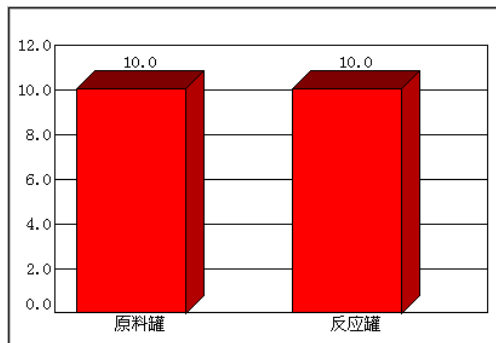

图 14.6 运行时的棒图控件
4) 关闭命令语言编辑器，保存画面，则运行时打开该画面如图 14.6 所示。每 1000 毫秒系统会用相关变量的值刷新一次控件，而且控件的数值轴标记随绘制的棒图中最大的一个棒图值的变化而变化（这就是自动刻度）。